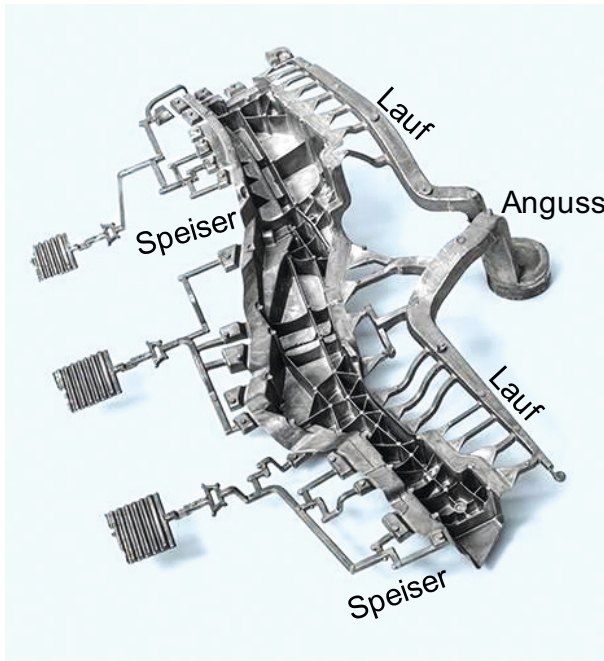

Bild 1 Druckgussteil mit Erläuterungen (Foto: Audi)
- c) Die gießtechnisch notwendigen Geometrien sind in Bild 1 gekennzeichnet: Anguss, Lauf und Speiser sorgen für gute Formfüllung. Anguss: Hier wird die Schmelze in die Kokille gedrückt. Lauf: verteilt die Schmelze an die Form. Speiser: nimmt überschüssige Schmelze auf und füllt Schmelze nach, wenn nach Abkühlung und Erstarrung das Gussteil schwindet